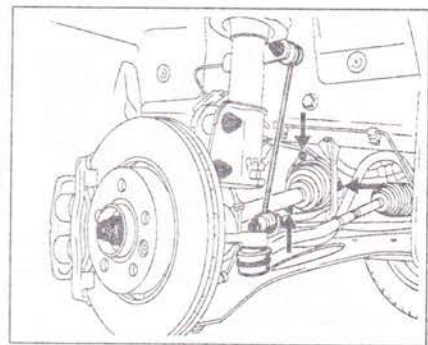

Рис. 5.19. Открутите болты крепления держателя пыльника внутреннего шарнира полуоси к коробке передач.
17. Открутите болты крепления держателя пыльника внутреннего шарнира полуоси к коробке передач (рис. 5.19).